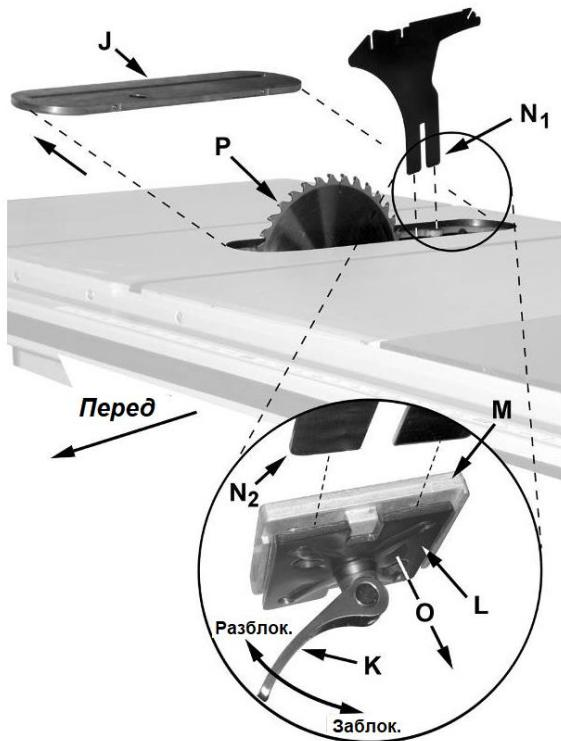

Рис. 8
- Поверните оправку, чтобы совместить паз (C) с фиксатором оправки (D).
- Нажмите на фиксатор (D) в направлении, указанном стрелкой, чтобы он попал в паз (C) на оправке. Одновременно с этим открутите гайку оправки (A), при необходимости ослабив ее с помощью 27 мм гаечного ключа.
- Снимите прижимную шайбу (B).
7. Установите пильный диск так, чтобы зубья в его верхней части были обращены к передней части станка. Если вы не уверены в правильности направления зубьев, проверьте его по Рис. 8.
8. Установите на место прижимную шайбу (B) и закрутите гайку оправки (A).
9. Извлеките фиксатор (D) из оправки и затяните гайку (A) с помощью 27 мм гаечного ключа.
См. Рис. 8:
3. Снимите вставку стола (J).
4. Разблокируйте запорную рукоятку (K) под столом, доступ к которой возможен только через отверстие для установки вставки стола (Рис. 8, выносной вид).
5. Подпружиненный подвижный зажим (L) отойдет (O) от неподвижного (M), образуя зазор между ними.
6. Вставьте расклинивающий нож нижней частью (N1, N2) до конца в зазор между зажимами (L, M). Затем заблокируйте рукоятку (K).
7. Установите на место вставку стола (J). Пильный диск и расклинивающий нож должны выступать из паза вставки стола.
Зажимы (L, M, Рис. 8) отрегулированы на заводе-изготовителе, поэтому дополнительная регулировка защитного ограждения пильного диска и расклинивающего ножа не требуется. Однако, очень важно, чтобы расклинивающий нож был выровнен с пильным диском. Перед работой на станке прочтите раздел "Регулировка расклинивающего ножа" (стр. 14). При необходимости произведите его регулировку.